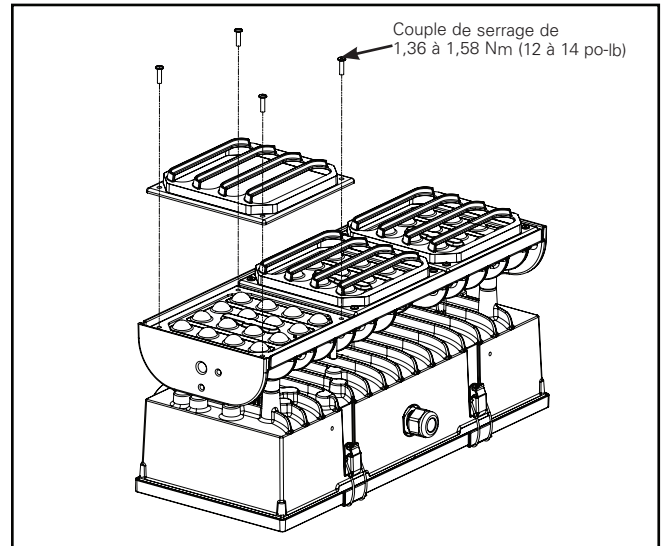
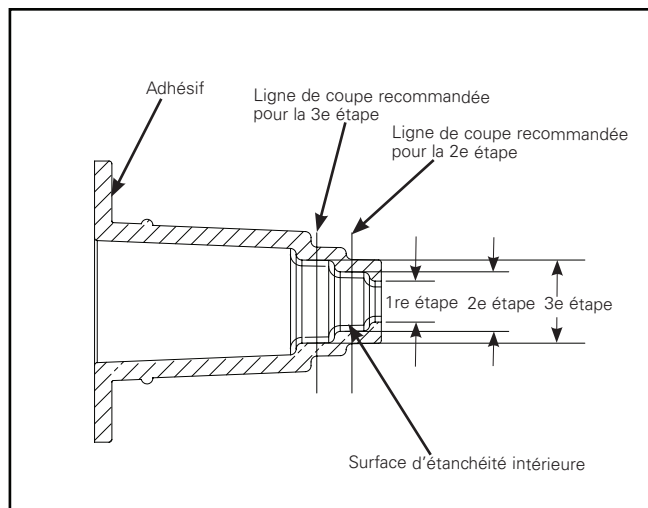

Figure 16.
Figure 18.
Défecteur (figure 16)
1. Desserrez et retirez les quatre (4) vis à tête cruciforme n° 8-32 situées sur la face du luminaire (fig. 16) et conservez-les.
3. Alignez le déflecteur sur le dessus des pinces de lentille avec les quatre (4) trous existants.
4. Utilisez les quatre (4) vis n° 8-32 existantes pour fixer la visière.
1. Vérifiez l'ouverture de l'œillet pour vous assurer que le cordon sera bien ajusté. Coupez à travers l'élément en gradins du passe-fils si une plus grande ouverture est requise. Plage de diamètre extérieur du cordon recommandée (fig. 18) : 1re étape : 0,63 à 0,95 cm (0,25 à 0,375 po); 2e étape : 0,95 à 1,27 cm (0,375 à 0,50 po); 3e étape : 1,27 à 1,52 cm (0,50 à 0,60 po) (fig. 16).